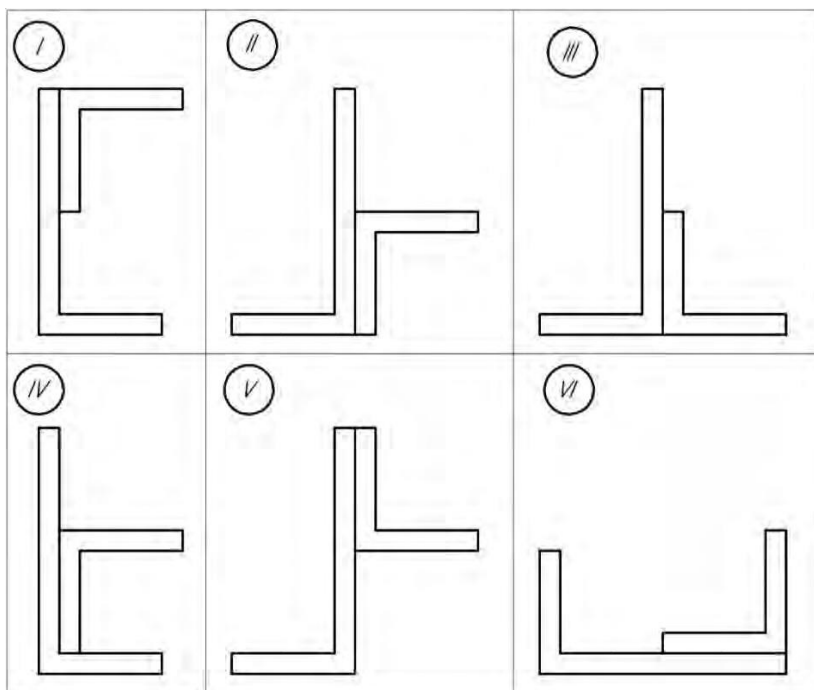

Рис. 6.1
6.6. Сложное сечение составлена из равнобокого и неравнобокого уголков. Исходные данные выбираются по таблице 6.1 в соответствии с номером варианта. Схемы расположения уголков представлены на рис. 6.1.
| №№схемы нарис. 6.1 | I   | II  | III | IV  | V   | VI  | Неравнобокий уголок, см | Равнобокий уголок, см |